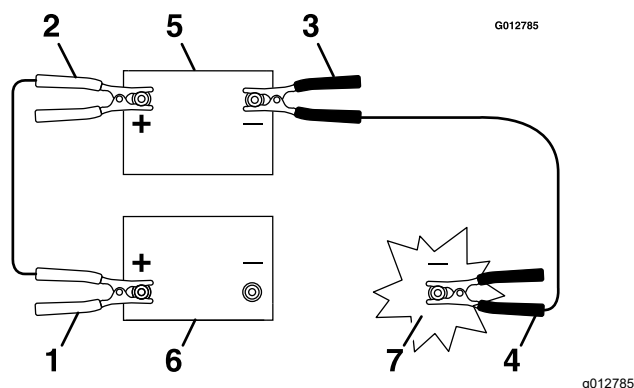

Figure 47
3. Connectez le câble positif (+) à la borne positive (+) de la batterie à plat qui est reliée au démarreur ou au solénoïde, comme montré à la Figure 47.